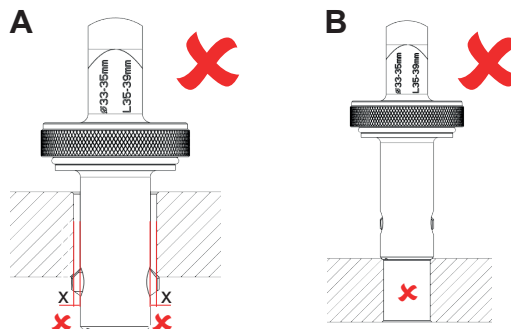

Abb. 9:
- Bohrung zu groß: PIP-RAPIDO / Tragelemente haben nicht genug Anlagefläche (vgl. *Abb. 9 - A*)
- Bohrung zu klein: PIP-RAPIDO lässt sich nicht montieren (vgl. *Abb. 9 - B*).
- Verwenden Sie den PIP-RAPIDO nur im vorgeschriebenen Durchmesserbereich (siehe Kennzeichnung auf dem Schäkelschluss (L)).